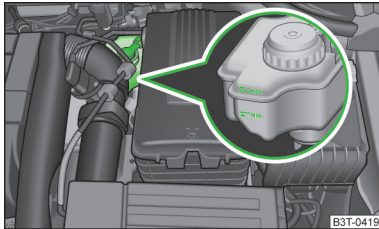

Abb. 165
- Ist der Flüssigkeitsstand unter die MIN-Markierung abgesunken » **Abb. 165 auf Seite 197**,  nicht weiterfahren - es besteht Unfallgefahr! Die Hilfe eines Fachbetriebs in Anspruch nehmen.
» Abb. 165.
- Den Bremsflüssigkeitsstand am Behälter prüfen » Abb. 165.